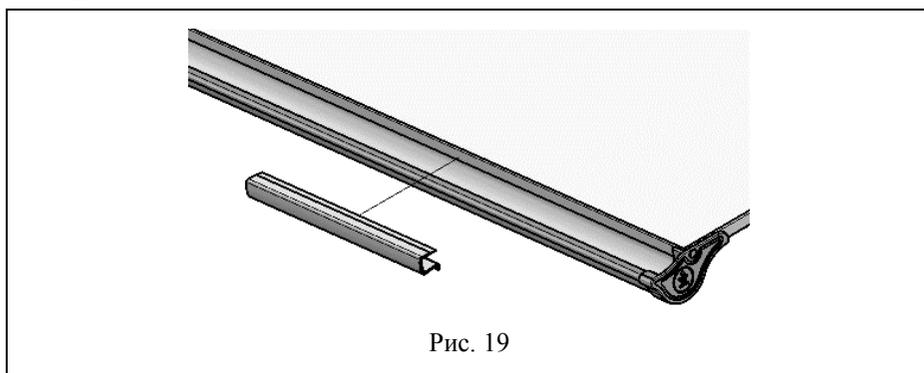

Рис. 19
5.5.7 На столешницу надеть линейку с упором (поз. 1, пакет №2) согласно рис.19.